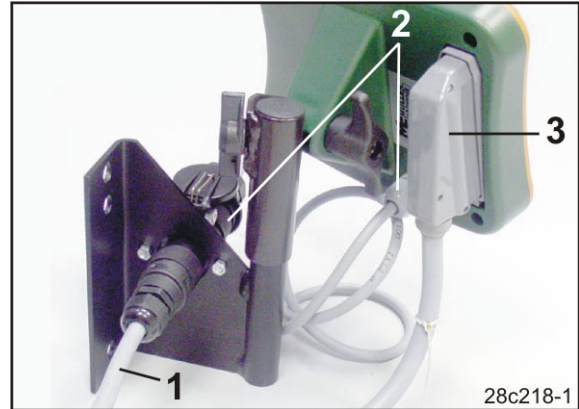

Fig. 13
2. Sett strømkabelen (Fig. 13/1) i konsollen og i 12V-traktorstikkkontakten.
3. Forbind konsollen og betjeningsterminalen med strømkabelen (Fig. 13/2).
5. Før maskinkabelen (Fig. 13/3) inn i traktorførerhuset og sett maskinkontakten i betjeningsterminalen.